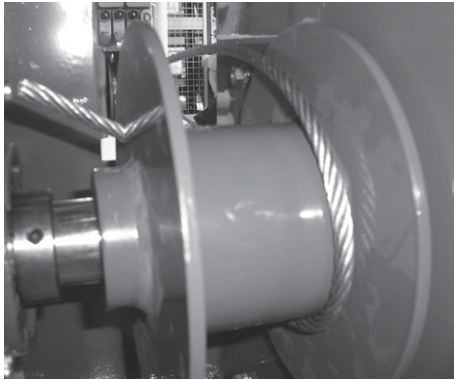

fig.21
17) Pass the lifting cable through and wind it around the pulley through at least one turn and then insert the end of the cable into the hole provided on the inner wall of the pulley and pull it out by 4 - 5 cm. (Fig.21).
17) Das Hubseil einführen und um wenigstens eine Umdrehung um die Riemenscheibe aufwickeln, um das Seilende dann in das Loch auf der Innenwand der Riemenscheibe stecken, um es dann um 4-5 cm austreten zu lassen (Abb. 21).
17) Entrer avec le câble de relevage et l'enrouler à la poulie pendant au moins un tour, puis enfiler l'extrémité du câble à l'intérieur du trou placé sur la partie interne de la poulie et le faire sortir de 4 à 5 cm. (Fig.21).
17) Entrare con il cavo di sollevamento ed avvolgerlo alla puleggia per almeno un giro e poi infilare l'estremità del cavo all'interno del foro posto sulla parete interna della puleggia e farlo uscire di 4 - 5 cm. (Fig.21).